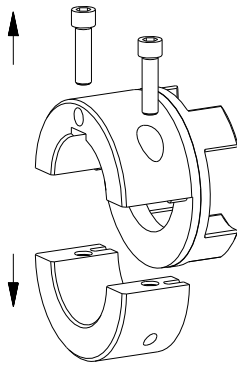

Bild 6
- Entfernen Sie die Halbschalen vom Nabengrundkörper (siehe Bild 6).